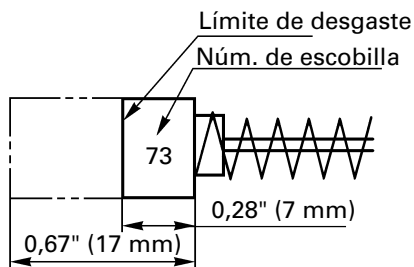

Fig. 20
4. Inspeccionar los escobillas de carbón (Fig. 20)
NOTA: Utilice las escobillas HITACHI Núm. 73 indicadas en la Fig. 20.